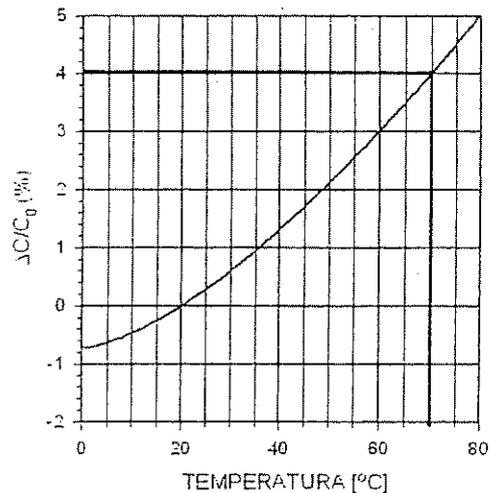

Figura 2. Variación relativa de la capacidad con la temperatura del cuerpo del condensador. Curvas válidas para los tres condensadores disponibles.
* en la figura 2, a $T^a = 70^{\circ}C \Rightarrow \frac{\Delta C}{C} = 4\% = 0,04$.